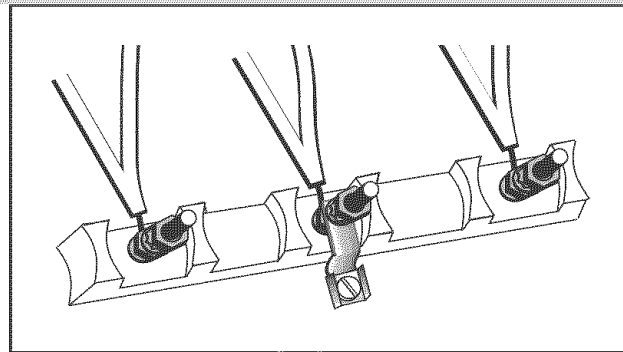

Figura 6
2. Quite la tapa del bloque de terminales para exponer la caja de conexiones (Vea Figura 6).